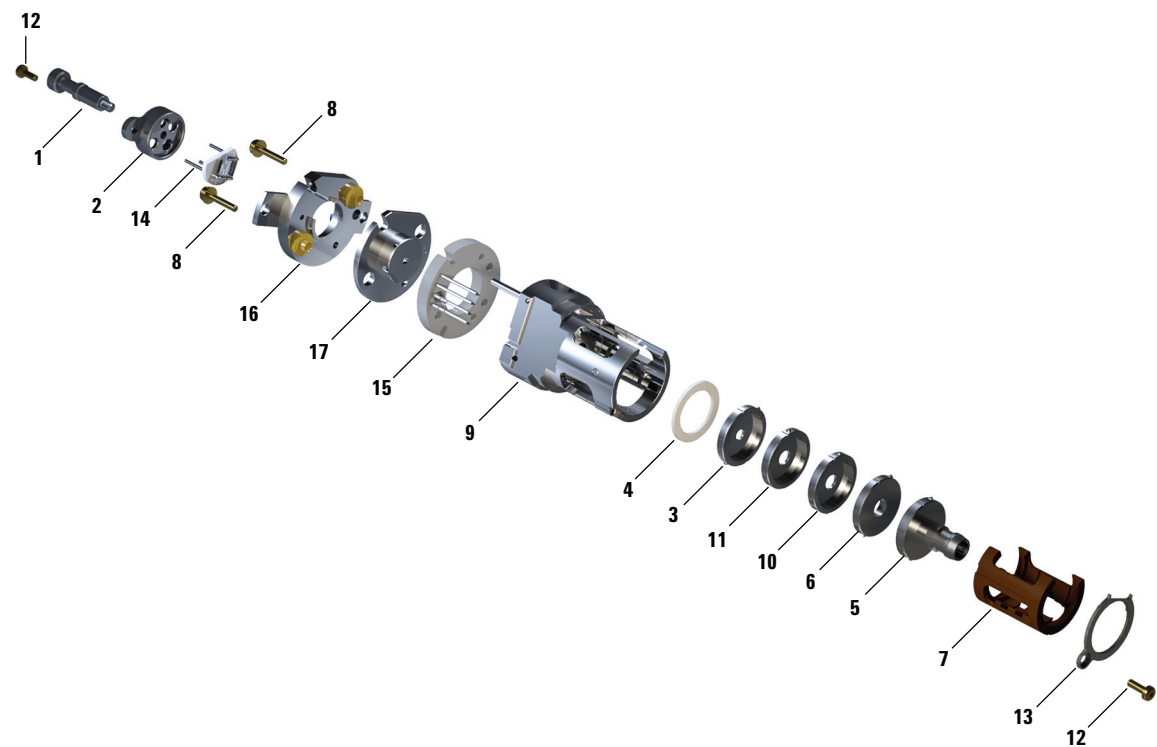

Рис. 55 Сборка источника ЭУ HES
При выполнении этой процедуры см. источник в разобранном виде (**Рис. 55**) и список деталей источника ЭУ HES (**Таблица 20** на стр. 179).
- 3 Вставьте блок линз, заключенный в изолятор, в корпус источника. (См. **Рис. 55** на стр. 179.) Нанесенные номера развернуты навстречу полностью открытому отверстию, доходящему до конца корпуса источника. Убедитесь, что керамика плотно прилегает к концу корпуса источника.
Таблица 20 Список компонентов источника ЭУ HES (Рис. 55)